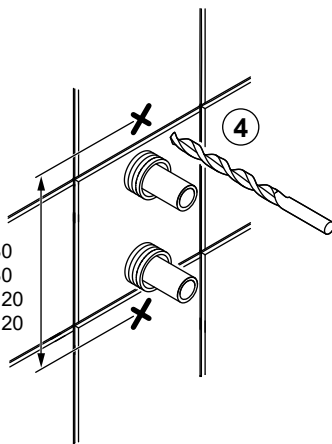

Fig. 1
Alla infästningar med skruv genom tätskikt ska tätas, se "Fig. 1" eller "Fig. 2". Material för tätning ska fästa mot underlaget och vara vattenbeständigt, mögelresistent och åldersbeständigt.
4. The screw mountings should be of a sturdy design, for instance made of concrete, wooden studs, wooden nogging pieces or a design that has been tested and approved for mounting, e.g. pad design. All attachment points must be sealed. See "Fig. 1" or "Fig. 2". The sealant material must attach firmly to the underlying surface and be water-resistant, mould-resistant and non-ageing.
4. Skruinnfestinger på steder for bad eller dusj skal gjøres i betong eller annen massiv konstruksjon, trebjelker, trestendere eller i konstruksjon som er testet og godkjent for innfesting. Alle innfestinger med skru gjennom tettesjikt skal tettes, se "Fig. 1" eller "Fig. 2". Materialet for tetting skal feste mot underlaget og være vannbestandig, muggresistent og aldersbestandig.